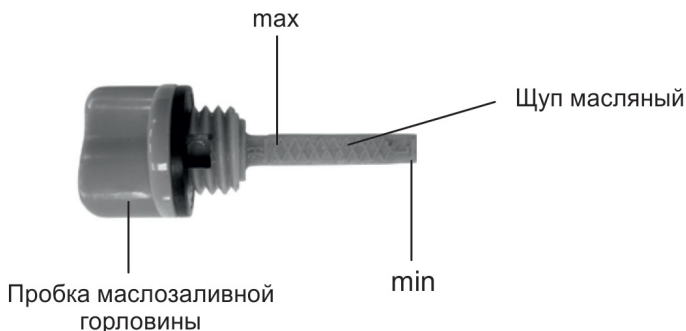

Рис. 10
3. Извлеките щуп и проверьте уровень масла. Он должен находиться между верхней и нижней отметкой контрольного щупа ближе к верхней отметке (max) (рис.10). В случае необходимости долейте свежее моторное масло